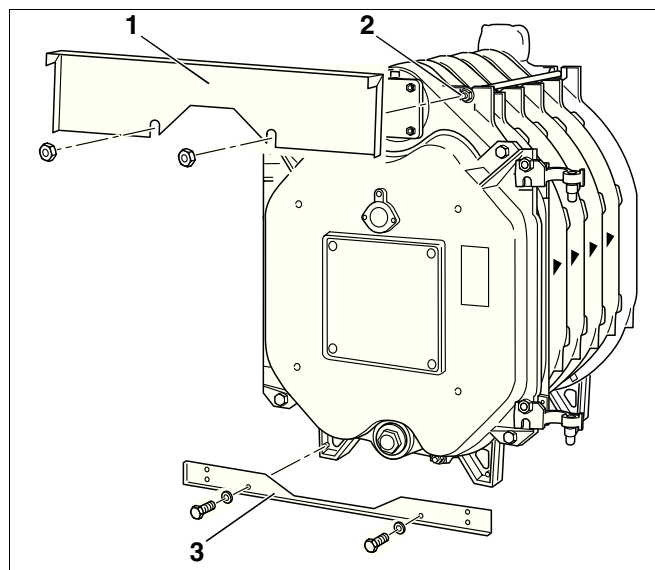

Рис. 30 Установка передних траверс
- К двум верхним анкерным штангам на передней стороне котла слегка накрутить по дополнительной гайке (рис. 30, **поз. 2**).
- Установить поперечную траверсу сверху спереди (рис. 30, **поз. 1**) между первой и второй гайками и зафиксировать на литых выступях.
- Закрепить двумя болтами поперечную траверсу внизу спереди (рис. 30, **поз. 3**) к ножкам передней секции котла.